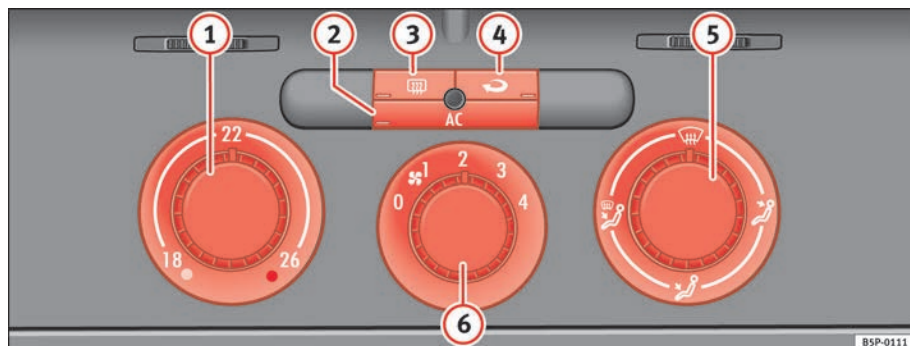

Fig. 130 Mandos del Climatic en el tablero de instrumentos
- Gire el regulador de la temperatura ⇒ fig. 130 ① hacia la derecha hasta alcanzar el grado de calefacción deseado.